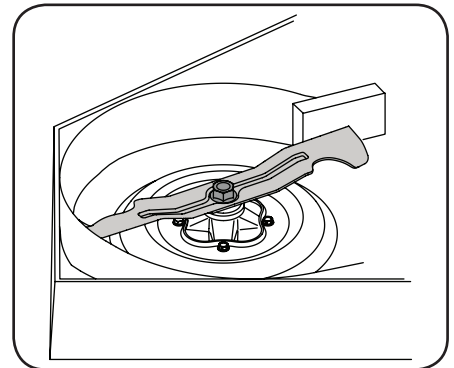

Figure 4-22
2. À l'aide d'une clé de 1 1/8", retenez l'écrou sur le haut de la fusée, puis desserrez le boulon qui fixe la lame à la fusée. Pour desserrer plus facilement l'écrou qui fixe la lame, placez un petit bloc de bois entre le plateau de coupe et le tranchant de la lame. Voir Figure 4-22.